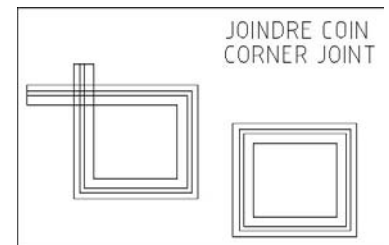

Fig.4.25
- 4 Sélectionner la ou les multilignes à modifier (fig.4.25).